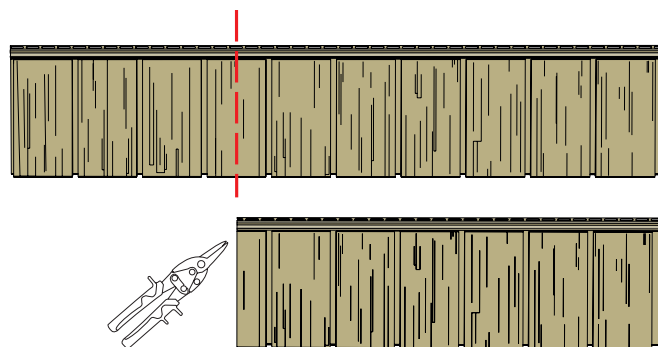

Рисунок 99
- 18.2** Для монтажа следующего ряда требуется отрезать панель с произвольным смещением. Вертикальный шов между щепой должен приходиться на середину нижней щепы нижней панели (рис. 99).